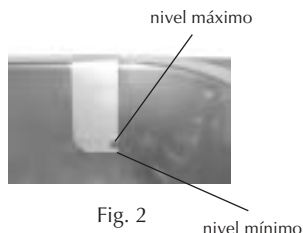

Fig. 2
A continuación, llenar la cubeta, sin los recipientes, con aceite siliconado GFC hasta alcanzar un nivel intermedio entre el mínimo y el máximo, indicados por la placa colocada en el interior de la misma (véase la Fig. 2).
- No se deben tocar las partes del aparato expuestas a altas temperaturas. Con este fin se ha colocado un símbolo de advertencia que indica el peligro de quemaduras (5).
- El aparato no se debe utilizar jamás sin aceite o con cantidades inferiores o superiores a los límites mínimo y máximo indicados en el interior de la cubeta (véase la Fig. 2), debiéndose controlar el nivel cuando no están colocados los recipientes.
Antes de utilizar el aparato y sin los recipientes es necesario controlar la cantidad de aceite presente en la cubeta, asegurándose siempre de que haya un nivel comprendido entre los límites mínimo y máximo previstos (véase la Fig. 2); si es necesario, completar el nivel añadiendo aceite siliconado GFC.